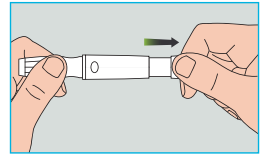

Abbildung 92
5. Ziehen Sie den Spannhebel zurück, bis Sie ein Klicken hören. Jetzt ist die Stechhilfe geladen und bereit, Blut zu entnehmen (Abbildung 92).